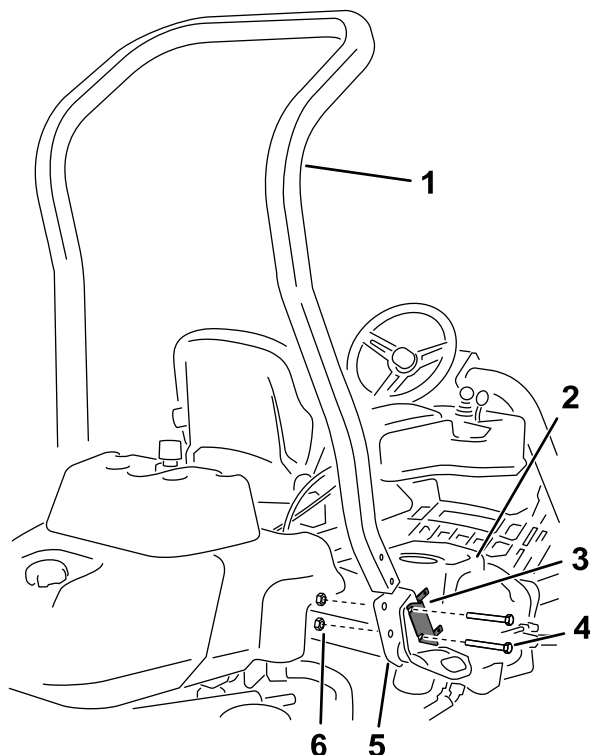

図 3
- 図 3 に示すように、ヒューズブロックブラケットを ROPS ブラケットに固定しているボルト 2 本を外す。